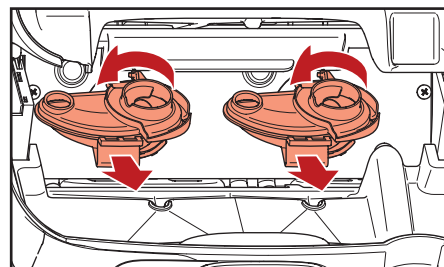

Fig. 5.10- Remover las cazoletas de mezclado
- b. Girar las cazoletas de mezclado en sentido antihorario para desengancharlas, y tirar para removerlas (fig. 5.10).